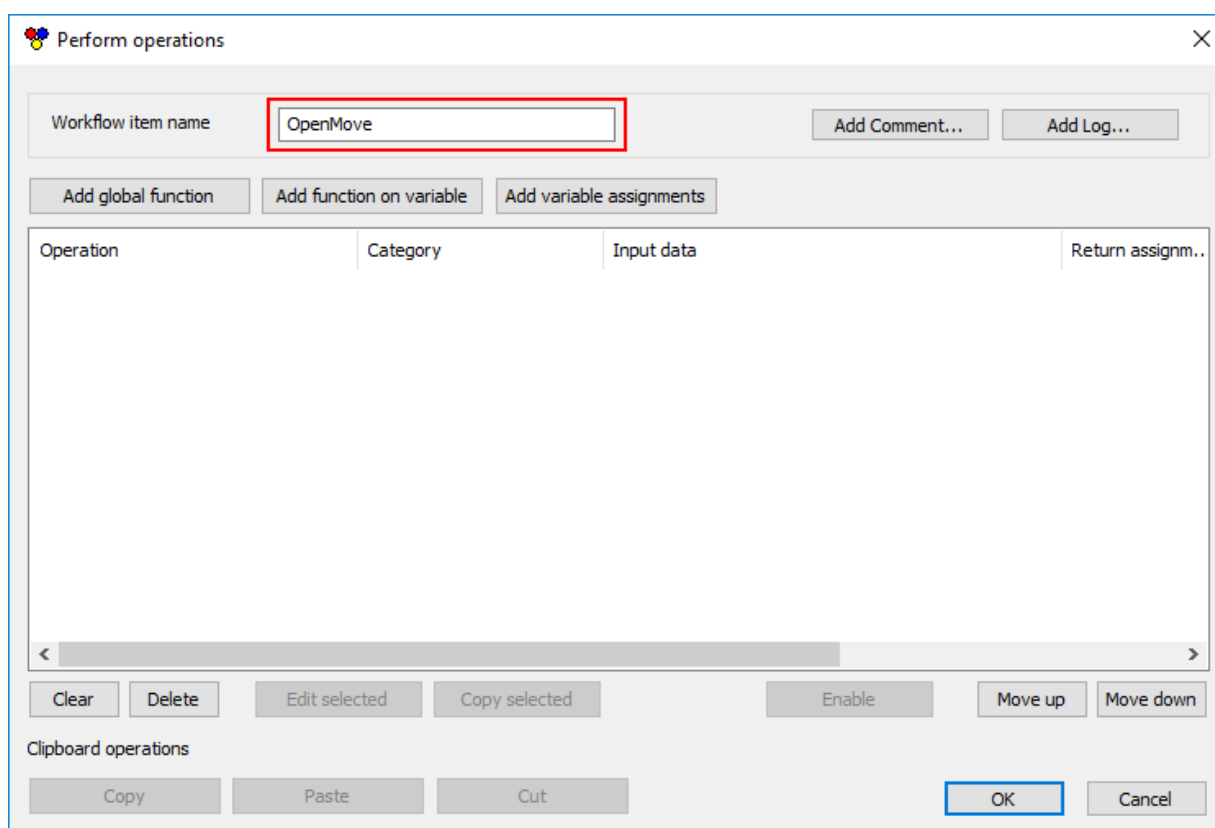

Рисунок 12: Вікно виконання операцій, яке з'являється після подвійного клацання *Операція-1*. Ім'я елемента робочого циклу встановлено на *OpenMOVE*.
37. У вікні «Виконання операцій», що з'явиться, визначте назву елемента робочого циклу як *OpenMOVE* (Рисунок 12).